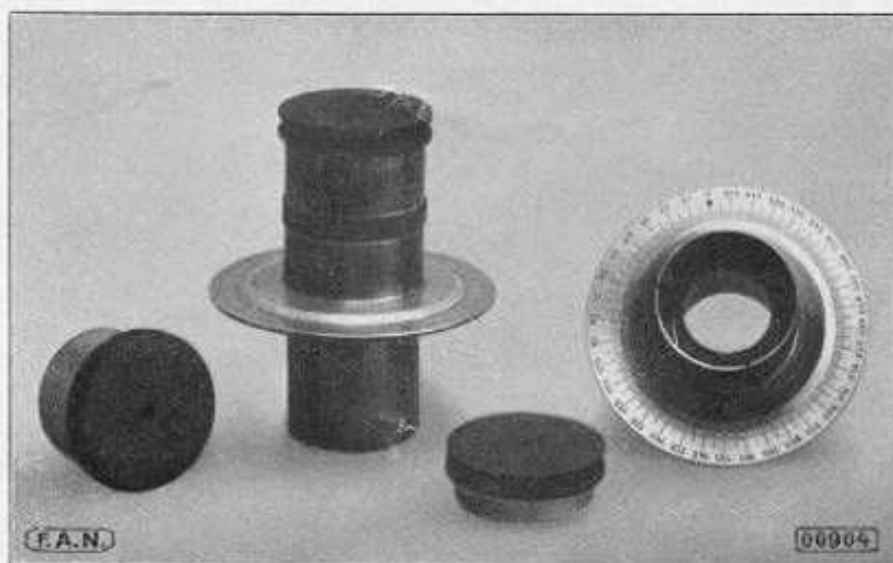

Abb. 1.
**Positionsfadenmikrometer** zum Einschieben in den Okularstutzen eines Fernrohres, Gehäuse ganz aus Messing, gelb oder schwarz lackiert, Positionskreis von 70 mm Durchmesser, versilbert und in Grade geteilt, Ablesung durch doppelte Strichmarke. Der Okularkopf (Hülsendurchmesser 31 mm) ist leicht drehbar, je nach dem Verwendungszweck können verschiedene Okulare eingesetzt werden. Faden auf Fadenplatte justierbar. Ohne Okular. Mikrometer und Fadenplatte durch D. R. G. M. geschützt! Gewicht 150 g. Rohrverkürzung 40 mm (Abb. 1)